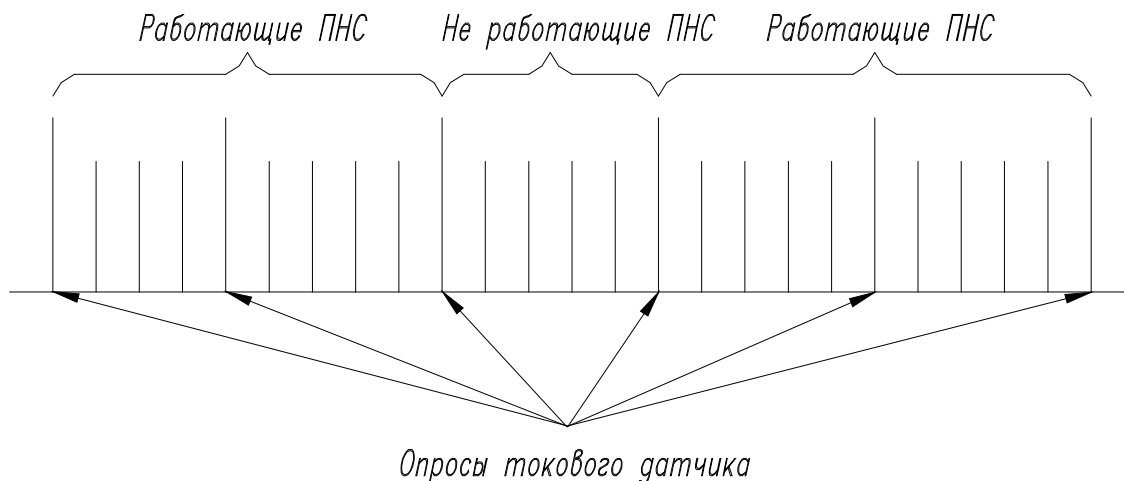

Рисунок 1.1 Алгоритм опроса ПНС.
1.2.2.3.2 Алгоритм опроса внутренней шины RS-485 предполагает приоритетный опрос работающих ПНС. По окончании цикла опроса работающих ПНС производится опрос части не работающих ПНС (количество опрашиваемых ПНС хранится в EEPROM). Исключение составляет обращение к токовому датчику. Данные токового датчика АБ передаются в цикле опроса любых ПНС (как работающих, так и не работающих) через указанное в EEPROM количество адресов. Алгоритм опроса ПНС приведен на рис. 1.1.